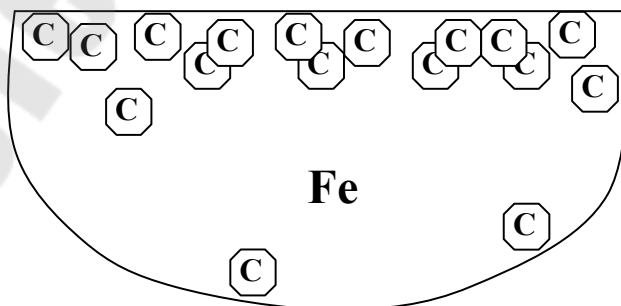

Рис. 11.3. Структура стального образца после насыщения поверхности углеродом (цементация)
*Химико-термическая обработка (ХТО)* – насыщение поверхности металла инородными элементами (рис. 11.3).